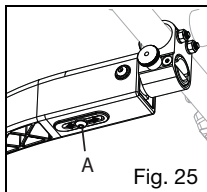

Fig. 25
2. Afloje el tornillo de 6 mm ubicado en la parte inferior del ensamble (Fig. 25).
4. Vuelva a apretar el tornillo de 6 mm (Fig. 25). Tenga cuidado de no apretar demasiado.